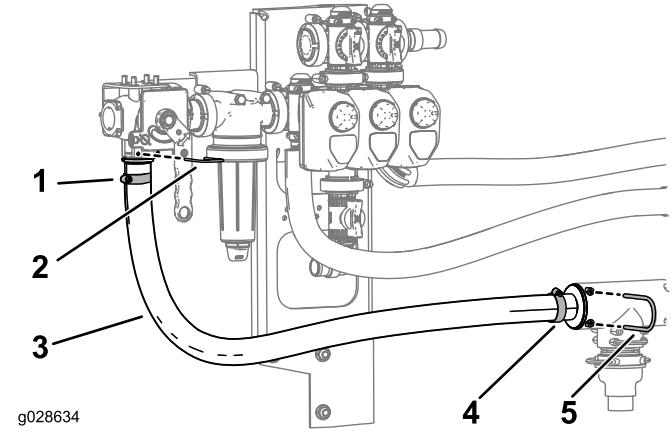

Bild 20
5. Verlegen und befestigen Sie den Druckschlauch, wie in Bild 20 abgebildet.